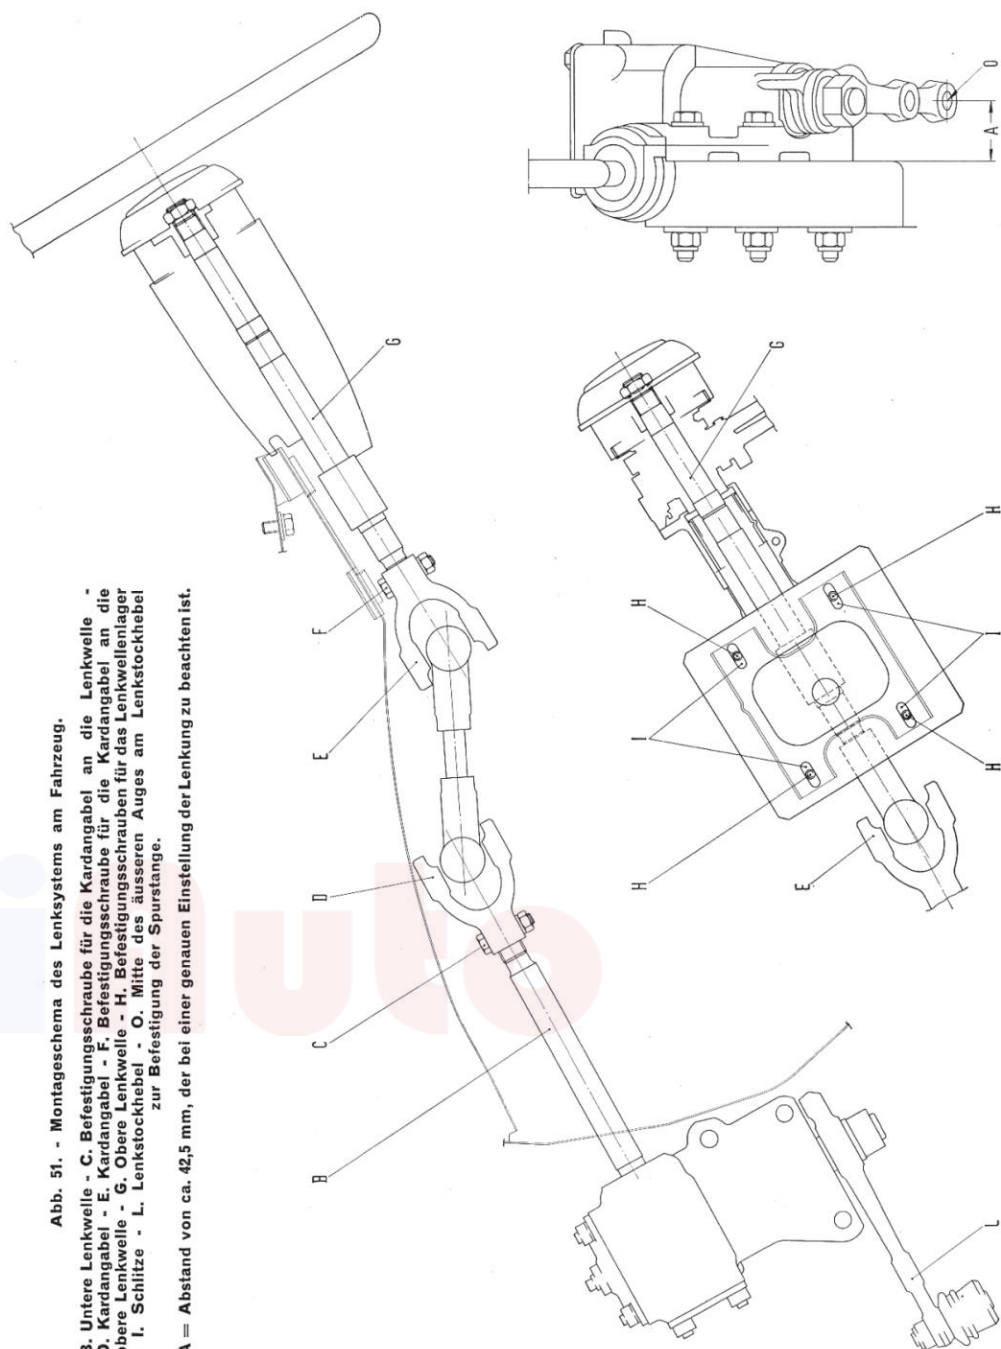

Abb. 51. - Montageschema des Lenksystems am Fahrzeug.
- den Lenkstockhebel (L, Abb. 51) auf Mitte stellen: der Abstand (Mass «A», Abb. 51) der Mitte des äusseren Auges (O) muss ca. 42,5 mm von der Auflagefläche des Lenkgehäuses an der Karosserie betragen;
- die Gelenkgabel (E) an der oberen Lenkwelle aufstecken und mit der Schraube (F) befestigen;
- die Gelenkgabel (D) an der unteren Lenkwelle (B) aufstecken und das Lenkwellenlager mittels der Schrauben (H) am Armaturen Brett befestigen, ohne die Schrauben fest anzuziehen, damit die nach der Montage noch notwendigen Einstellarbeiten durchgeführt werden können;
- dann die Schrauben (H) zur Befestigung der Lenkwelle festziehen;
- nachdem man einwandfrei festgestellt hat, dass die Kardangelenke in keiner Richtung die Bewegung der Lenkwelle behindern, was der Fall sein könnte, wenn ein zu geringes Spiel zwischen Lenklager und Lenkwelle am oberen Kugellager herrscht, können wir die Schraube (C) an der Kardangabel festziehen.